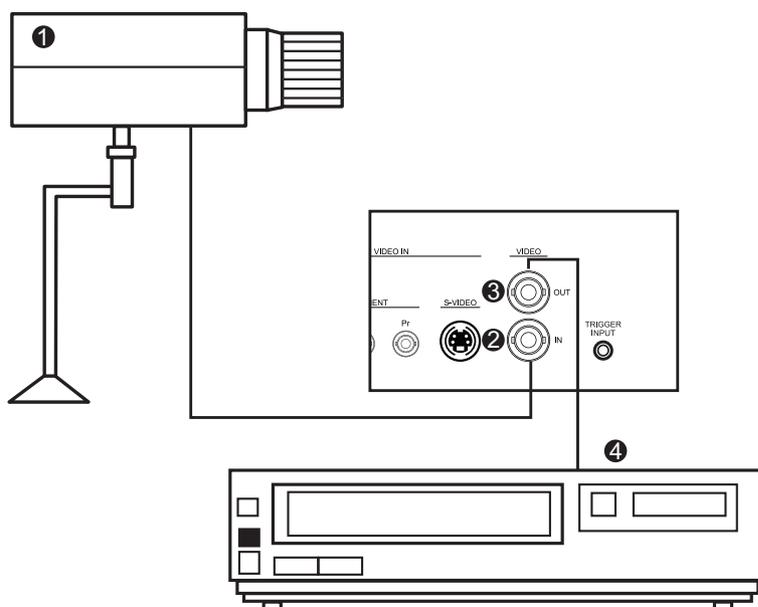
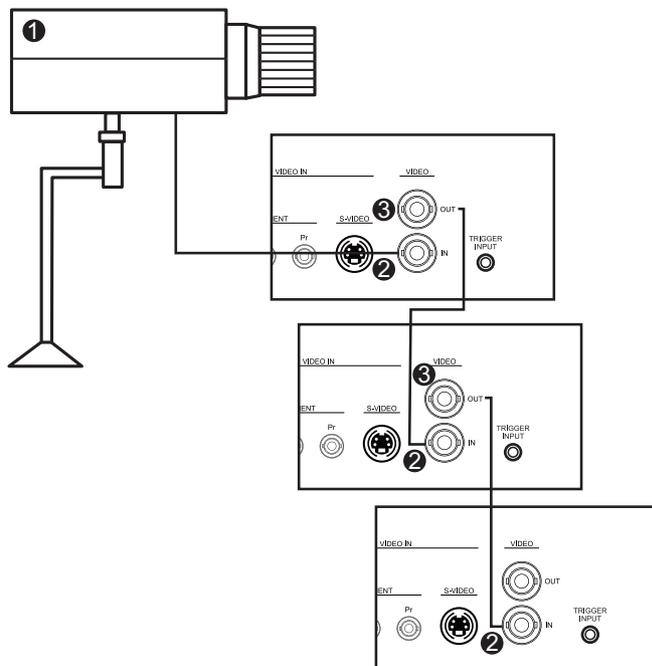

Figura 5.9 Configuração de um monitor
Figura 5.10 Configuração de vários monitores
Nota: Todas as entradas de vídeo têm "loop-through" passivo. A impedância é definida automaticamente para 75 ohm com a introdução do sinal no conector de entrada durante o funcionamento em modo de ligação única (consulte a *Figura 5.9*). Se também se encontrar ligado um cabo ao conector de saída, o sinal de vídeo pode ser transmitido para outro monitor, a ele ligado por meio da função de "loop-through" passivo. Pode ser ligado um máximo de três (3) monitores utilizando este processo (consulte a *Figura 5.10*).